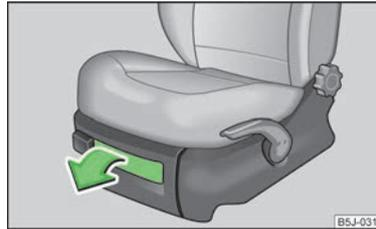

Fig. 67
- > Para abrir la tapa tirar del asa > fig. 67.